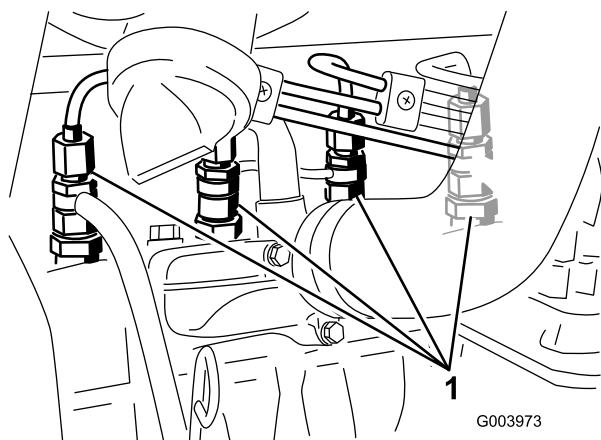

Figure 64
1. Desserrez le raccord entre l'injecteur N° 1 et le porte-injecteurs (Figure 64).